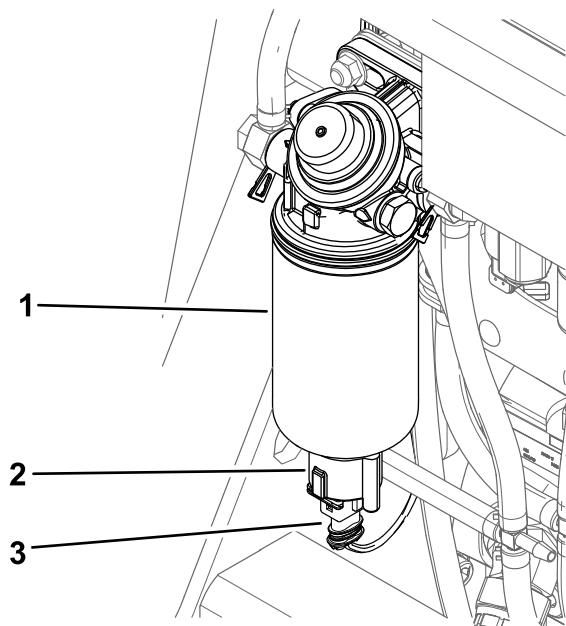

Figure 56
6. Débranchez le faisceau de câblage du séparateur d'eau (Figure 56).
7. Dévissez le contacteur au fond de la cartouche du filtre et vidangez l'eau (Figure 56).
8. Installez le contacteur (Figure 56).
9. Branchez le faisceau de câblage au contacteur (Figure 56).
6. Dévissez le contacteur et vidangez le séparateur d'eau (Figure 56).